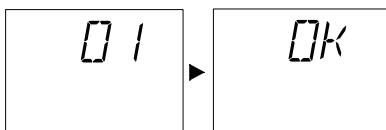

**Рисунок 8.11**
- Чтобы изменить настройку, поверните регулятор температуры в системе горячего водоснабжения 3 (Рисунок 8.2) и установите его в выбранное положение (см. также Рисунок 8.11).